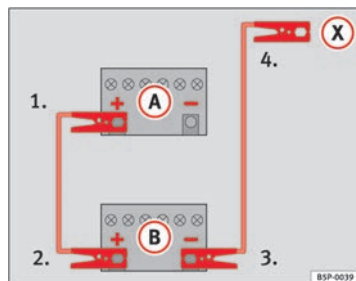

Fig. 230 Schéma de branchement des câbles de démarrage
Sur la $\Rightarrow$ fig. 230, la batterie déchargée est repérée par la lettre **(A)** et la batterie fournissant le courant par la lettre **(B)**.
1. Raccordez une extrémité du câble de démarrage rouge à la borne positive $\Rightarrow$ fig. 230 **(+)** du véhicule dont la batterie est déchargée $\Rightarrow$ **(A)**.